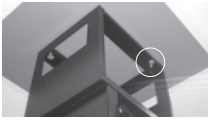

Fig. 1
- Installez les prises, puis vissez-y deux vis (ne pas serrer complètement). Suspendez le moteur derrière les deux vis déjà posées (fig. 1). Centrez le moteur par rapport à la table de cuisson. Assurez-vous que l'unité moteur au plafond soit alignée par rapport à la table de cuisson.